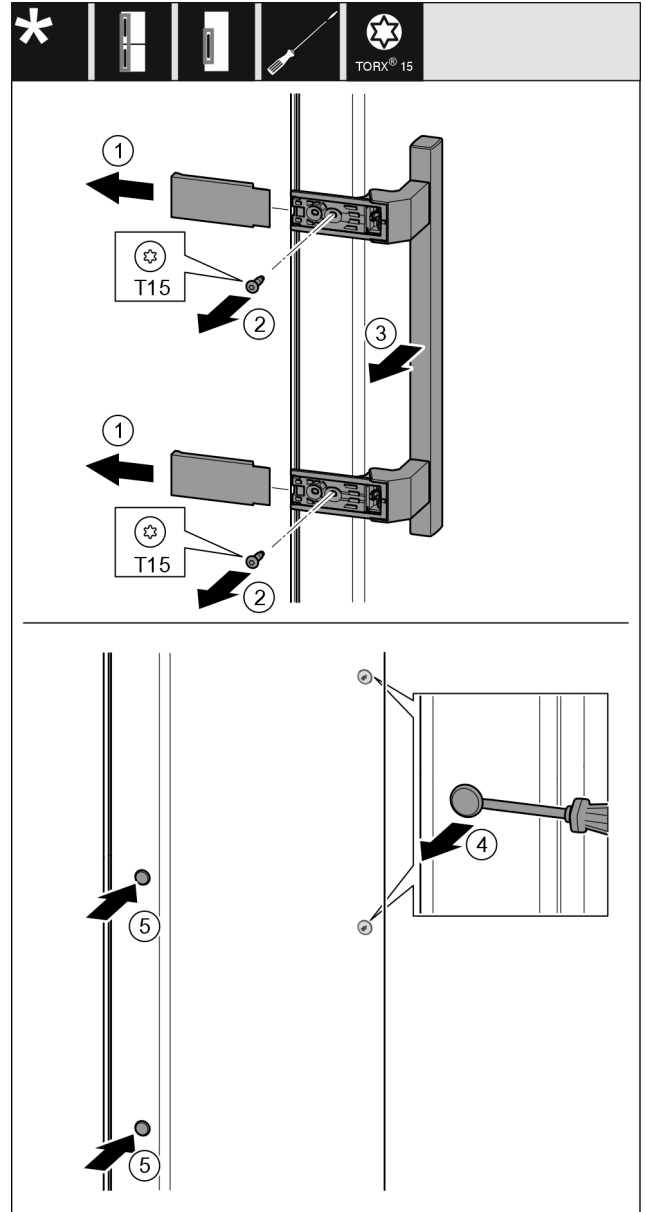

Fig. 19
- Noņemiet pārsegu Fig. 19 (1).
- Ar skrūvgriezi izskrūvējiet skrūves Fig. 19 (2).
- Noņemiet rokturi Fig. 19 (3).
- Paceliet uzmanīgi ar plakano skrūvgriezi un izvelciet ārā sānu aizbāzni Fig. 19 (4).
- Ievietojiet atpakaļ aizbāzni Fig. 19 (5) otrajā pusē.